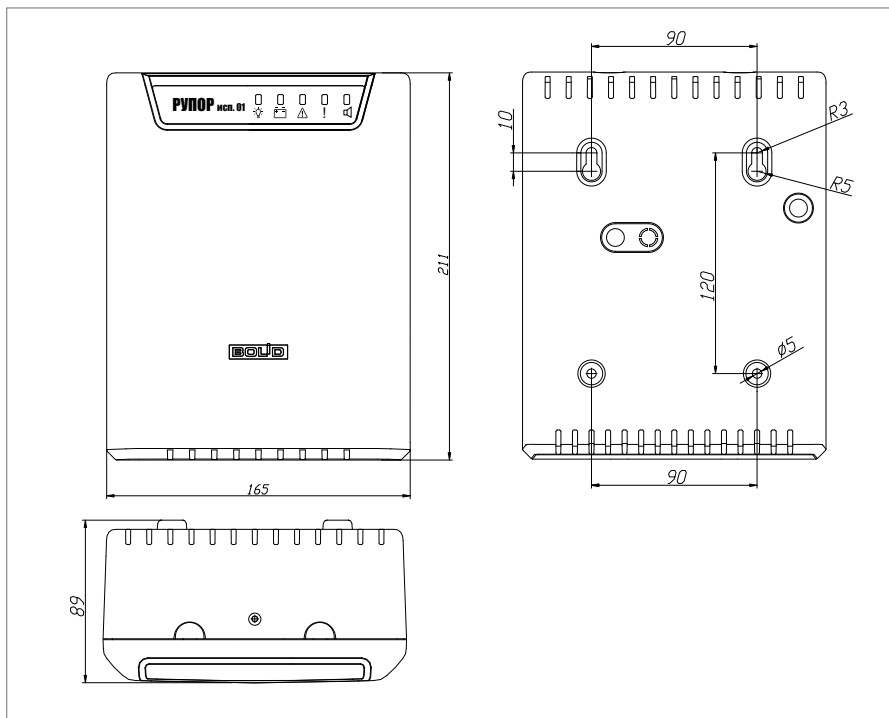

Рисунок 30. Внешний вид, габаритные и установочные размеры блоков «Рупор исп.03», «Рупор-БР»
1. Наметьте на стене места для четырех установочных отверстий в соответствии с габаритным чертежом (см. Рисунок 30). Просверлите отверстия.